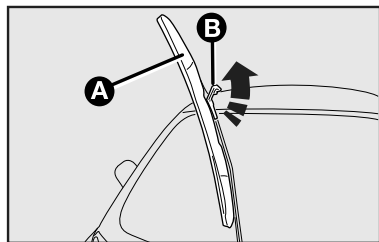

fig. 23
## Substituição das palhetas do limpador do para-brisa - fig. 23
- 1) Levantar o braço **A-fig. 23** do limpador do para-brisa;
- 2) Puxar o dispositivo de trava **B-fig. 23** conforme a seta.